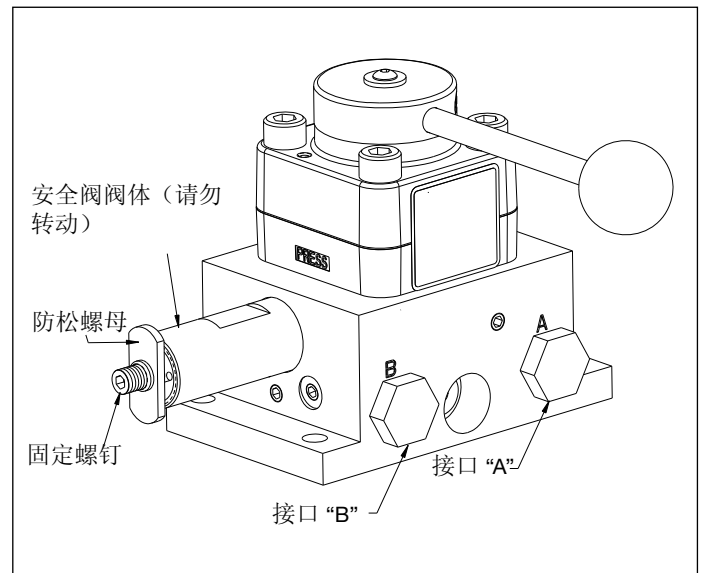

图 13, 安全阀 - VM43-LPS
1. 在接口 “A” 安装一个 0-1,035 bar (0-15,000 psi) 压力表 (见图 13)。
2. 扳开电刷盖栓 (B) 并轻轻向外撬来拆下两个电刷盖 (A) (参阅图 13)。